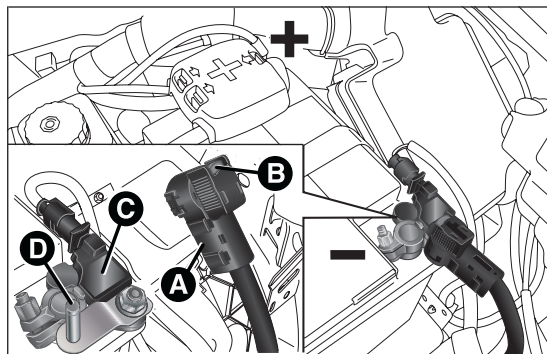

fig. 195
- ☐ disconnettere il connettore A fig. 195 (tramite azione sul pulsante B) dal sensore C di monitoraggio dello stato batteria (quest'ultimo installato sul polo negativo D della batteria stessa);
- ☐ ricollegare il connettore A fig. 195 al sensore C della batteria.